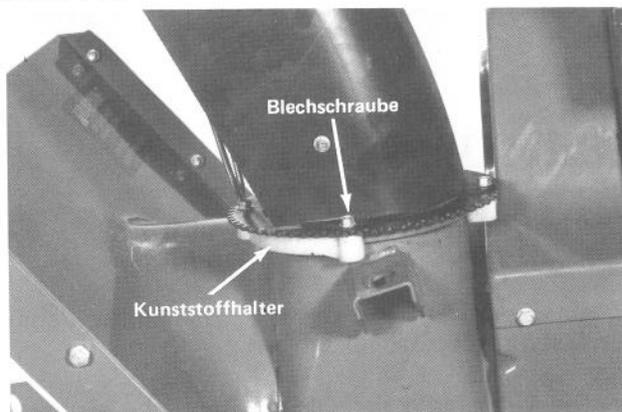

Abb. 10
4. Den Auswurfkamin mit der offenen Seite nach vorn auf den Aufnahmekranz setzen und die Befestigungslöcher zur Deckung bringen. Dann den Auswurfkamin, den Aufnahmekranz und die Kunststoffhalter mit drei Blechschrauben verbinden (Abb. 10).